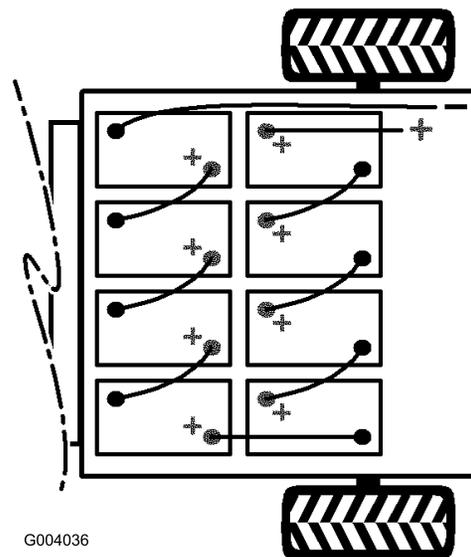

Figura 29
- Desconecte del borne de la batería el cable negro largo (negativo) que va desde el banco de baterías a la máquina (Figura 29).
- Desconecte del borne de la batería el cable rojo largo (positivo) que va desde el banco de baterías a la máquina (Figura 29).
- Nota:** Preste atención a la polaridad de las baterías al instalar las baterías nuevas (Figura 29).
- Conecte las baterías entre sí con los cables retirados anteriormente, según se muestra en Figura 29.
- Conecte el cable rojo largo (positivo) entre el banco de baterías y la máquina (Figura 29).
- Conecte el cable negro largo (negativo) entre el banco de baterías y la máquina (Figura 29).